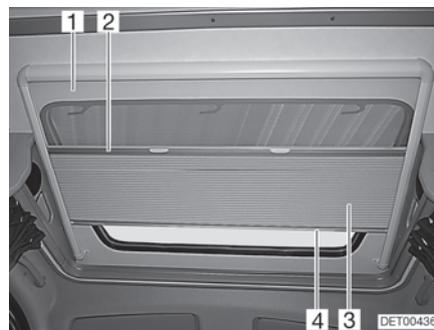

Bild 49 Dachfenster
Faltverdunklung Die Faltdunklung (Bild 49,3) ist mit dem Insektenschutz (Bild 49,1) fest verbunden.
- Die Faltdunklung in der Mitte des Abschluss-Stabes (Bild 49,4) fassen und vorsichtig nach unten ziehen.
- Die Faltdunklung am Abschluss-Stab (Bild 49,4) langsam zurückführen.
- Den Insektenschutz in der Mitte des Abschluss-Stabes (Bild 49,2) fassen und vorsichtig ganz nach unten ziehen.
- Den Insektenschutz am Abschluss-Stab der Faltdunklung (Bild 49,4) langsam zurückführen.